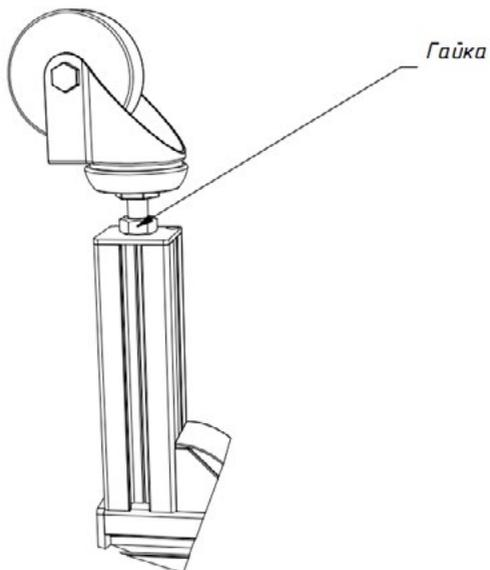

Рисунок 4
3. Отрегулируйте высоту колёс с помощью гайки (рисунок 4) таким образом, чтобы вес металлического диска был равномерно распределен по всем опорным точкам.